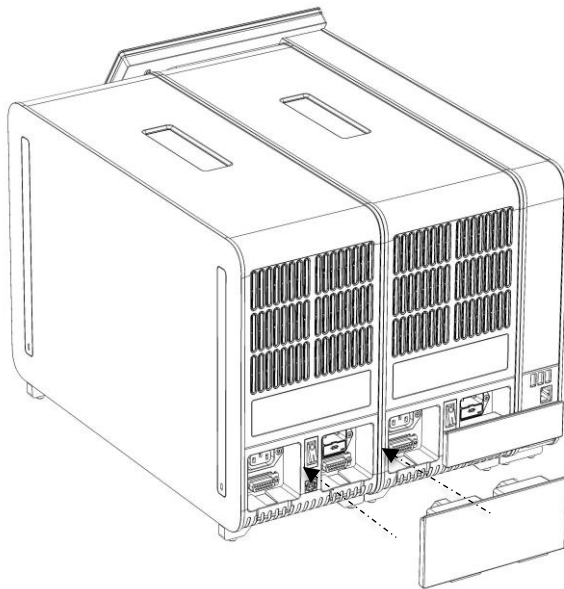

Figura 18. Conectando a Ponte do Módulo analítico/analítico.
6. Conecte a Ponte do Módulo analítico/analítico na parte traseira do QIAstat-Dx Analyzer 1.0 para unir ambos os Módulos analíticos (Figura 18, página seguinte).